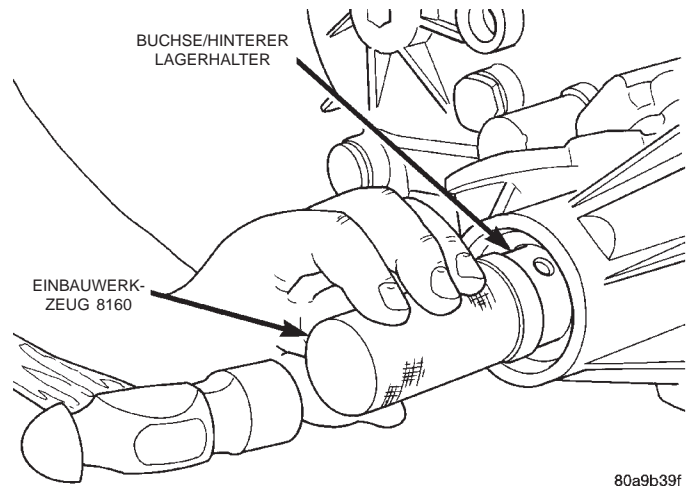

Abb. 9 Buchse in hinteren Lagerhalter einbauen
- (1) Die Dichtfläche von Getriebeflüssigkeit reinigen und auf Beschädigungen untersuchen.
- (2) Die neue Buchse so in den hinteren Lagerhalter einsetzen, daß die Ölbohrung in der Buchse zum Schlitz im Lagerhalter ausgerichtet ist.
- (3) Mit dem Einbauwerkzeug 8160 die Buchse in den Lagerhalter eintreiben, bis das Werkzeug am Gehäuse anliegt (Abb. 9).